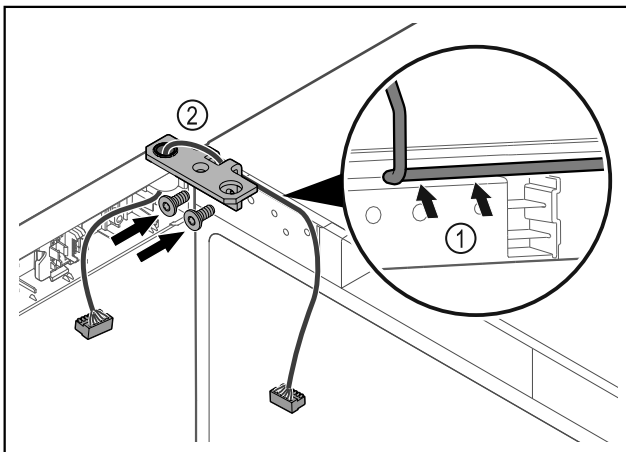

Fig. 58
- Kabel door de uitsparing van de scharnierhoek leiden en voorzichtig monteren Fig. 58 (1).
- Scharnierhoek Fig. 58 (2) vastschroeven.